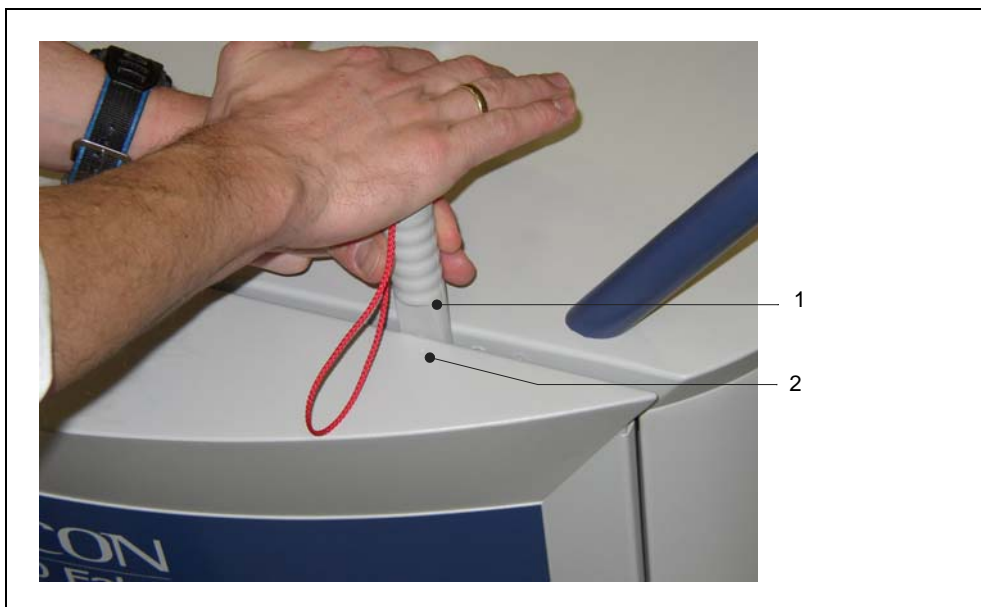

Abb. 9-1 Öffnen des UL1000/UL1000 Fab/UL1000
- Seitenwandtrenner wie in Abb. 9-1 gezeigt zwischen Abdeckhaube und Chassis soweit herunterdrücken, bis Abdeckhaube aus der Halte-vorrichtung ausrastet. Abdeckhaube auf beiden Seiten aus der Haltevorrichtung abdrücken. Haube leicht nach aussen kippen und aus den Führungsstiften im Geräteboden ausheben.
- Die korrekte Position zum Einsatz des Seitenwandtrenners ist durch einen Körnerschlag auf beiden Abdeckhauben markiert. Siehe hierzu Abb. 9-1/2.